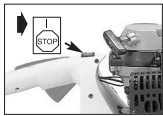

Fig. 3A
3. Corre el interruptor de ignición a la posición "ON (I)" (Fig. 3A).